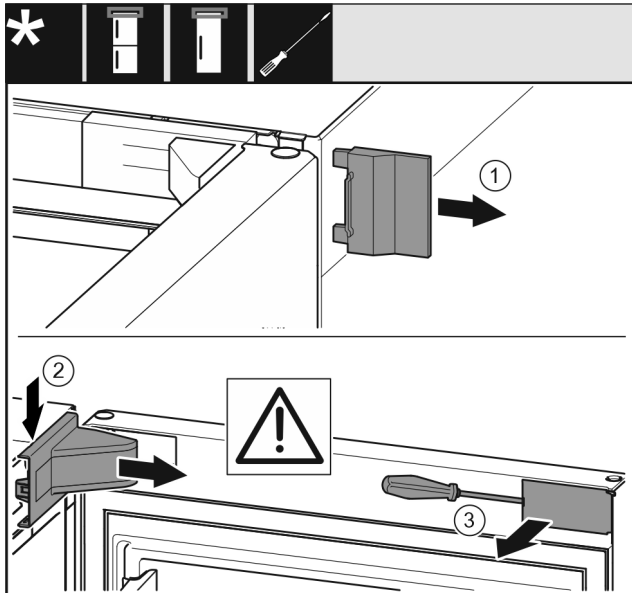

Fig. 7
- ▶ Αφαιρέστε το εξωτερικό κάλυμμα Fig. 7 (1).
- ▶ Ξεκουμπώστε και αφαιρέστε το κάλυμμα του στηρίγματος Fig. 7 (2).
- ▶ Ξεκουμπώστε το διακοσμητικό κάλυμμα Fig. 7 (3) με ίσιο κατσαβίδι και παραμερίστε το προς το πλάι.